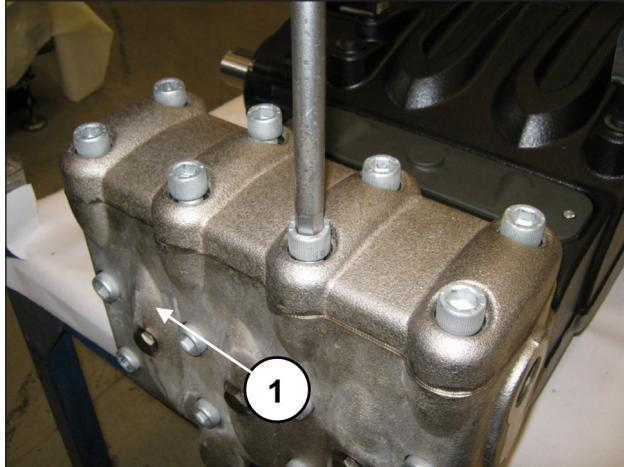
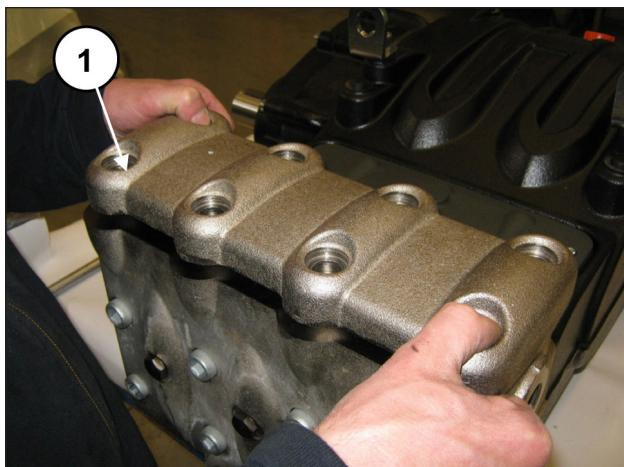

Fig. 96
Fig. 97
Para extraer los grupos de válvula operar del siguiente modo: Quitar los 8 tornillos M16x55 de la tapa de las válvulas (pos. ①, Fig. 96) y desmontar la tapa (pos. ②, Fig. 97).